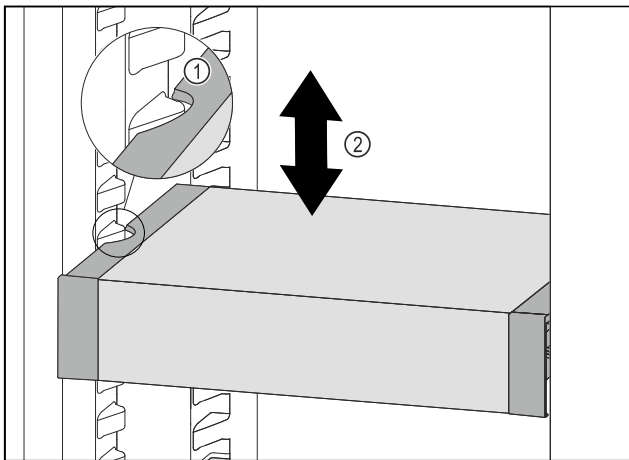

Fig. 85
- VarioSafe nach vorne ziehen, bis sich die seitlichen Aussparungen des VarioSafes auf Höhe der Behälterrippe im Kühlteil befinden. Fig. 85 (1)
- VarioSafe im Kühlteil nach oben oder unten bewegen, bis gewünschte Höhe erreicht ist. Fig. 85 (2)